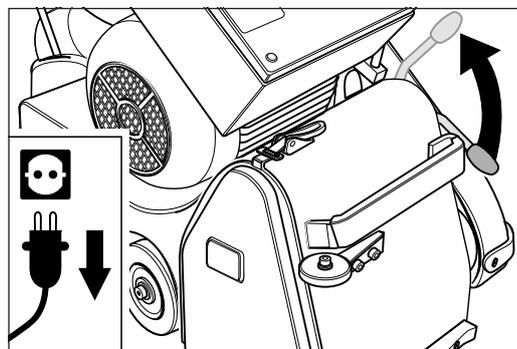

Abb. 11 Den Bedienungshebel des Aggregats nach oben ziehen.
- 7 Zum Auflegen eines Schleifbands ziehen Sie den Bedienungshebel des Aggregats nach oben (Abb. 11). Dadurch wird die Spannwalze abgesenkt.